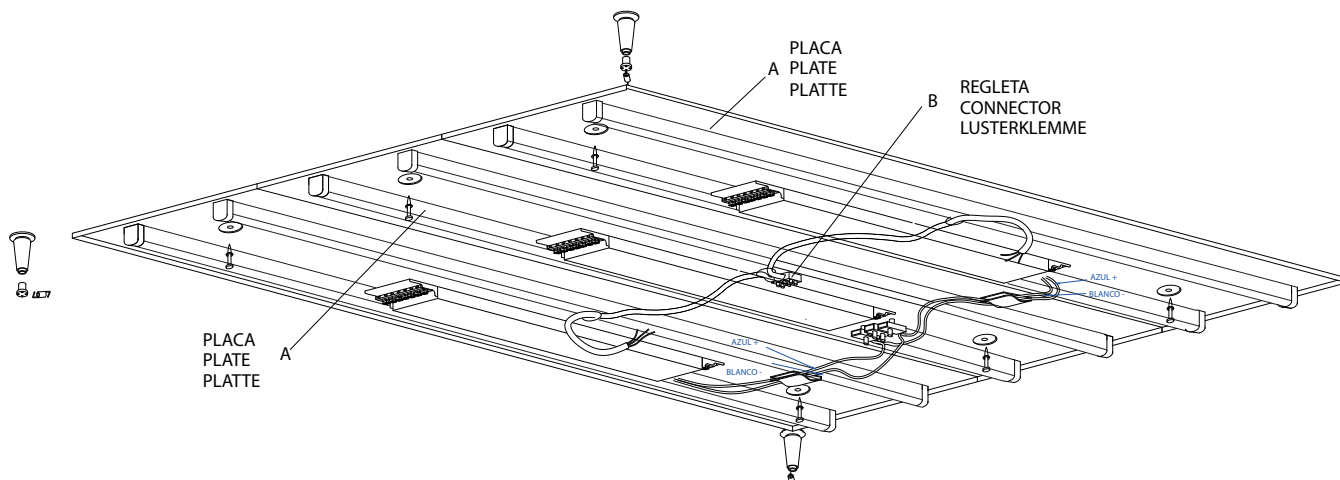

Fig.2
3. Colocar los conos C mediante tacos y tirafondos, como indica la fig 2 y RESPETANDO las medidas que indica la fig 3. NOTA: Utilizar la plantilla para el cálculo de las distancias de los conos, teniendo cuidado de hacer bien tope en el borde de la placa (fig 3). Estas medidas son MUY IMPORTANTES para que la tela quede correctamente colocada.
3. Fix lampholders C using blocks and lag screws as per fig 2, CONSIDERING sizes as per fig 3. REMARK: Use the template in order to calculate right distances for lampholders. Be careful that an accurate plate stoppage is achieved as per fig 3. These sizes are VERY IMPORTANT to achieve a good cloth setting.